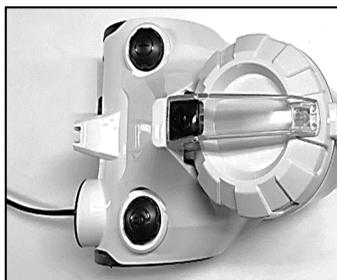

Abb. 7
7. **Kabelaufwicklung:** Halten Sie den Stecker und ziehen Sie das Kabel heraus; drücken Sie das Pedal zum Aufwickeln des Kabels, damit das Kabel eingezogen wird. Wenn die Kabelaufwicklung stoppt, ziehen Sie das Kabel heraus und drücken Sie die Taste erneut, um es aufzuwickeln. Wiederholen Sie den Vorgang, bis das Kabel vollständig im Gerät aufgewickelt ist. (Abb. 7)